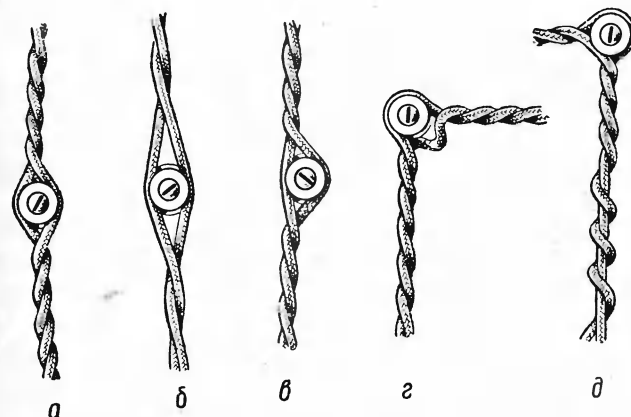

Рис. 44. Недостатки при сплетении проводов шнура:
1. На всех участках проводки сплести шнур в одну и ту же сторону, а не в две (рис. 44, а), скручивая его только по ходу часовой стрелки.
2. Не допускать очень сильного или слишком слабого скручивания шнура (рис. 44, б). Расстояние между двумя соседними его витками должно быть 25—30 мм.
3. Воображаемая осевая линия сплетенного шнура должна проходить через центры всех роликов, а не так, как на рис. 44, в.
4. Если линию прокладывания шнура поворачивают на 90°, то следует обязательно расплести шнур, а после закрепления его на угловом ролике — снова сплести так, чтобы он образовывал на этом ролике прямой угол и не имел петель (рис. 44, г).
5. Скручиваемые провода шнура натягивают с одинаковой силой, так как иначе один из них (перетянутый) станет осью, вокруг которой будет обвиваться другой (рис. 44, д).